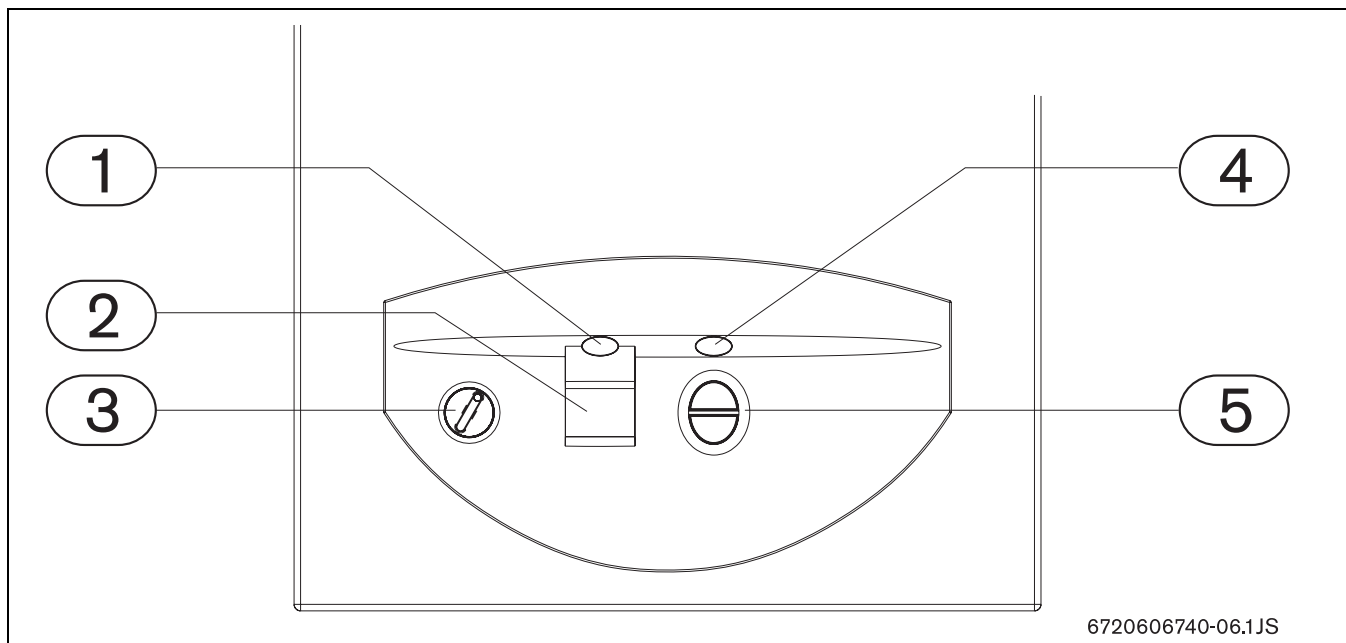
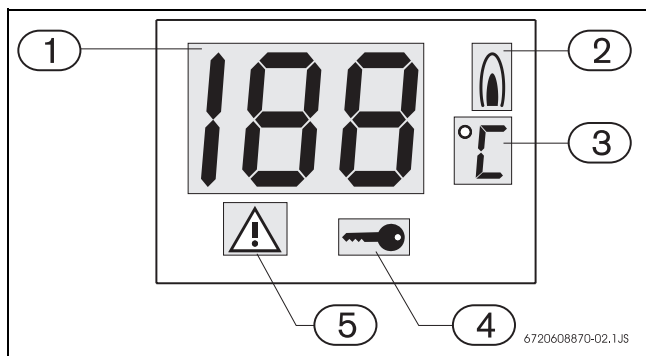

Fig. 4
Fig. 5 Display multifunzioni, a cristalli liquidi
Ruotare l'interruttore principale (→Fig. 4, pos. 3) in posizione di funzionamento (capitolo 3.3).
- premere il tasto di riarmo (→Fig. 4, pos. 1).
Questo apparecchio dispone di un sistema di segnalazione delle anomalie. L'avviso di eventuali anomalie avviene per mezzo di segnali, mediante una spia luminosa rossa incorporata nel tasto di riarmo (→Fig. 4, pos. 1), da un codice di errore visualizzato nel display del quadro comandi (→Fig. 4, pos. 2) e da un simbolo di "blocco di sicurezza" (→Fig. 5, pos. 7). L'apparecchio torna a funzionare una volta rimossa la causa del guasto e dopo aver premuto il tasto di riarmo.